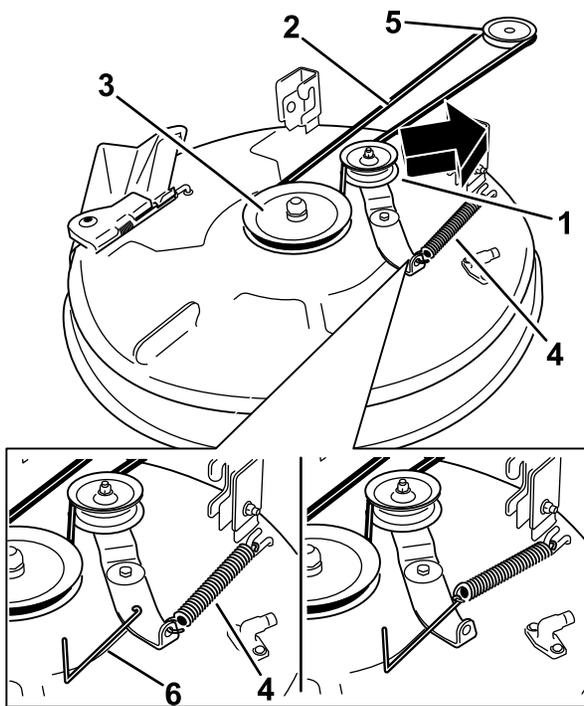

Figure 57
4. À l'aide d'un outil de dépose de ressort (réf. Toro 92-5771), décrochez le ressort du crochet sur le plateau pour éliminer la tension sur la poulie de tension et déchaussez la courroie des poulies (Figure 57).
5. Acheminez la courroie neuve autour des poulies du moteur et du plateau de coupe (Figure 57).
6. À l'aide d'un outil de dépose de ressort (réf. Toro 92-5771), accrochez le ressort à l'ergot sur le plateau pour tendre la poulie de tension et la courroie de plateau de coupe (Figure 57).